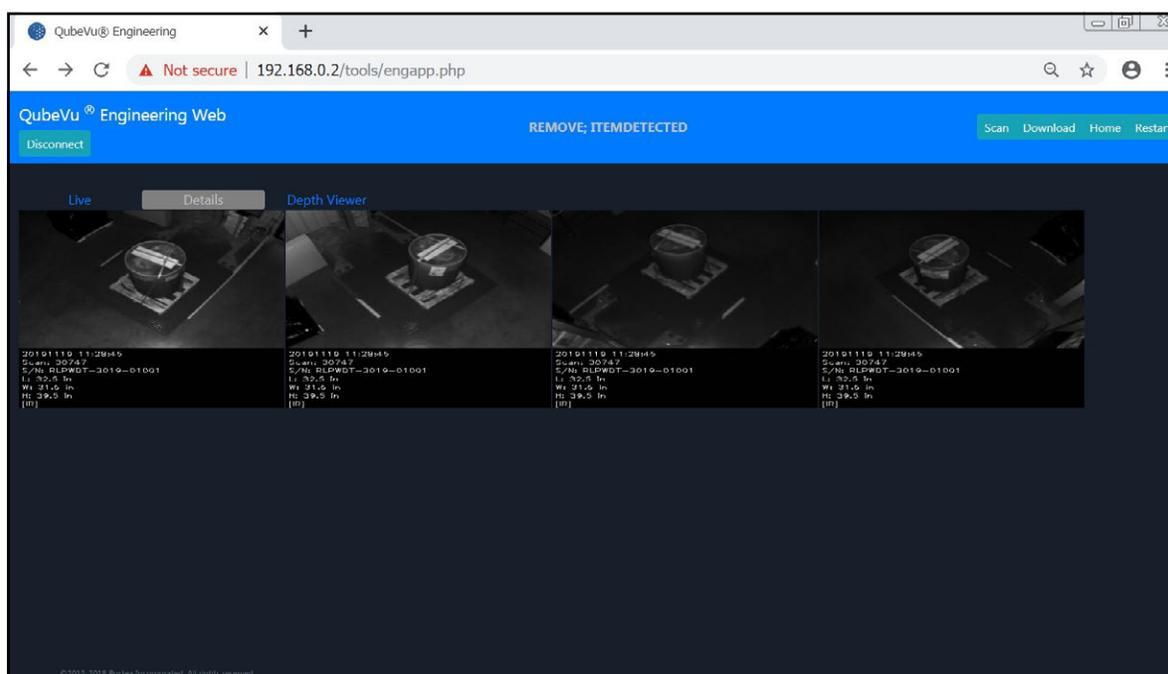

Figura 12-1. App Engineering
**NOTA:** **Connect** si trova nello stesso punto di **Disconnect**. La **Figura 12-1** è a titolo di riferimento.
**NOTA:** **Details** potrebbe non essere disponibile finché il dispositivo non rileva un oggetto. La **Figura 12-1** è a titolo di riferimento.